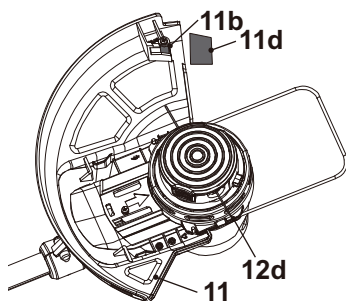

Fig. 12
A proteção (11) protege o operador de objetos projetados durante a operação. Está equipado com uma faca (11b) que corta as linhas de aparar (12d) (Fig. 12).